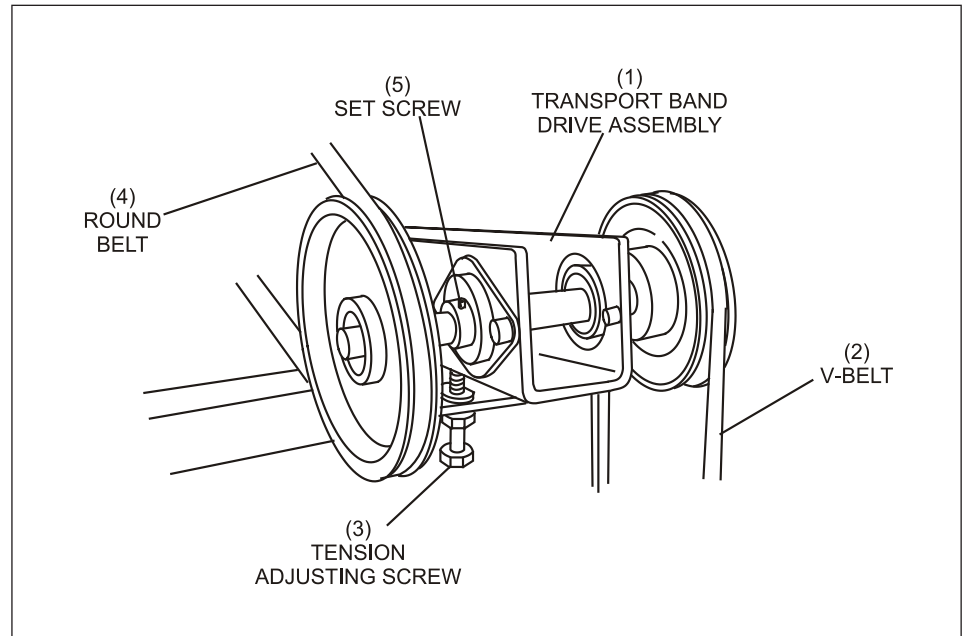

Abbildung 5-5. Spannungseinstellung
- b. Lockern Sie die Schraube zur Spannungseinstellung. Siehe *Abbildung 5-5*.
- (1) TRANSPORTBANDANTRIEB
- (2) KEILRIEMEN
- (3) EINSTELLSCHRAUBE ZUM SPANNEN
- (4) RUNDRIEMEN
- (5) EINSTELLSCHRAUBE